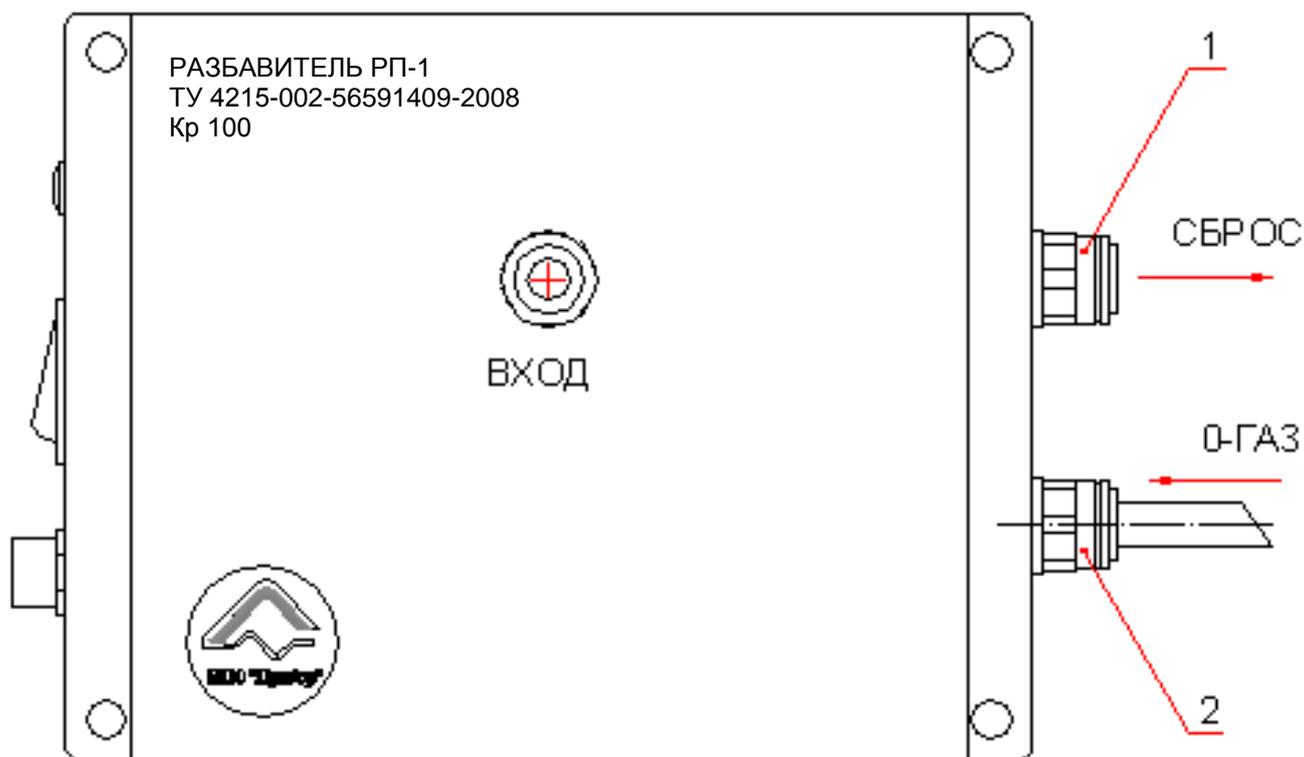

Рисунок 1
6.1 Соединить сорбционный фильтр (ФС) из комплекта дополнительного оборудования газоанализатора ГАНК-4 с штуцером разбавителя «0-ГАЗ» (поз.2, рис.1).
6.4 Штуцер разбавителя «СБРОС» (поз.1, рис.1) оставить «свободным», сообщенным с атмосферой, без каких либо подстыковок (любое дополнительное сопротивление меняет значение  $K_p$ ).